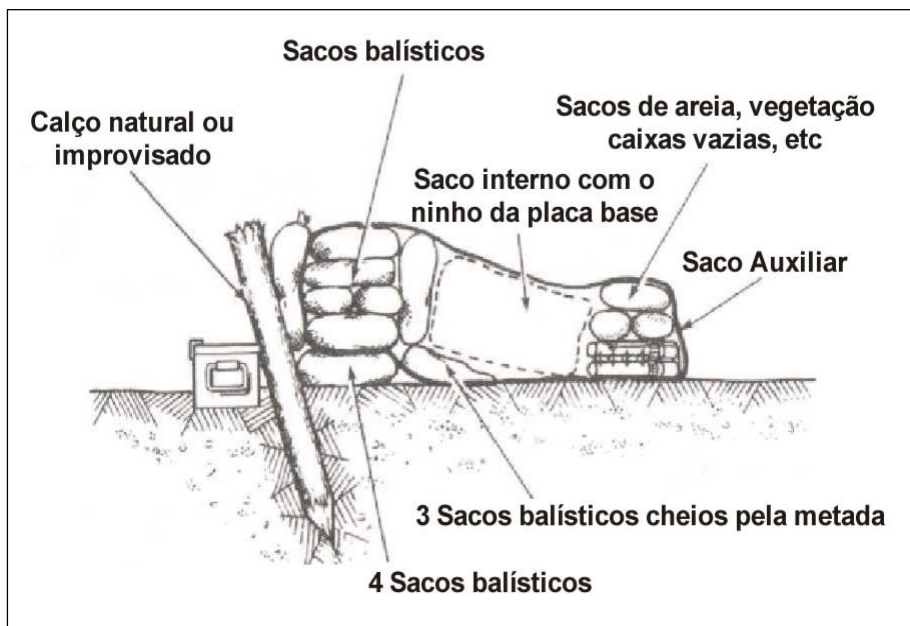

Fig 4-10. Preparação em Solo Muito Fofo com o Saco Auxiliar
g. apesar de ser possível o tiro de solos extremamente fofos, resultados melhores são conseguidos se o solo abaixo do saco auxiliar é feito de material duro e provido de calços e amarrações na preparação (Fig 4-10).